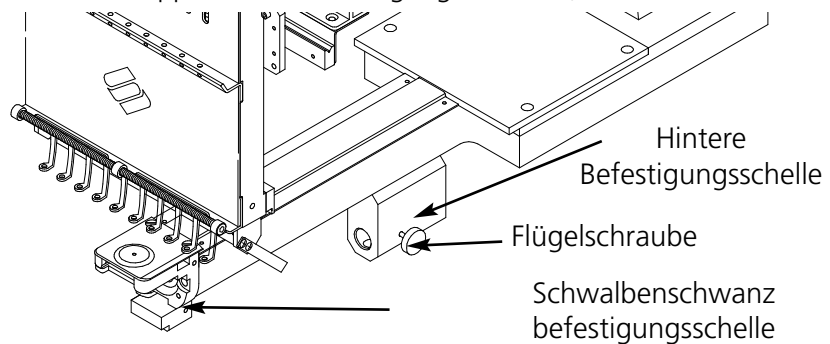

Abbildung 3-13
4. Unter dem Zylinderarm befinden sich die Kappenrahmenbefestigungsschellen (siehe Abb. 3-13):